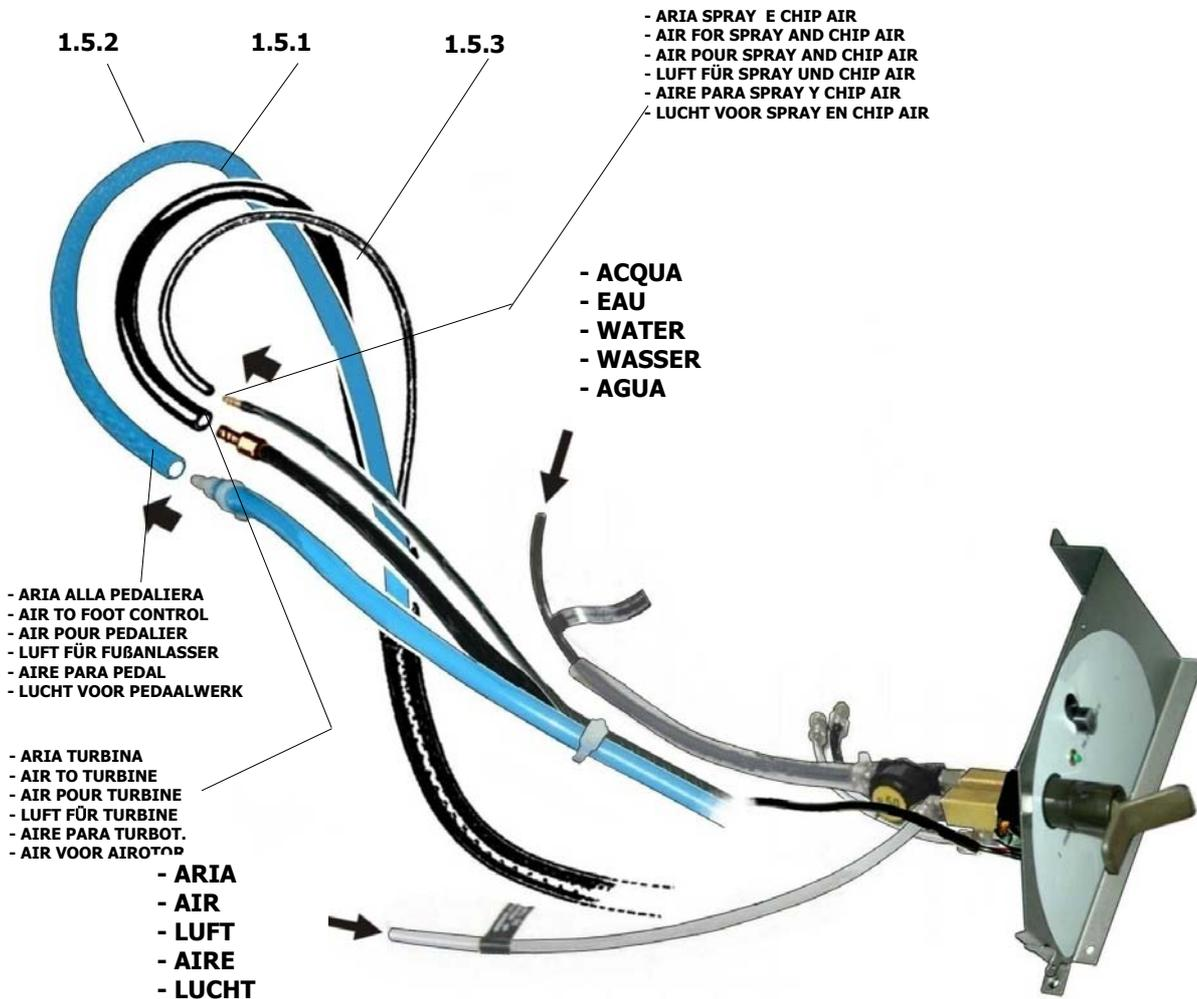

Fig. 1.5 – Connexion hydraulique pedaliere
- 3) Raccorder les tuyaux d'adduction d'eau, d'arrivée d'air et d'évacuation des eaux usées aux canalisations correspondantes prévues au sol du cabinet (cf. Figs. 1.5 et 1.1 et plan d'installation de l'unité à l'échelle 1:1).
- Monter le connecteur (1.4.8) dans son siège sur la platine E6000501. Au moyen des raccords prévus cet effet, emmancher les tubes du pédaliere (1.5.1, 1.5.2 et 1.5.3), sur les tubes correspondant de l'unit (fig. 1.5).